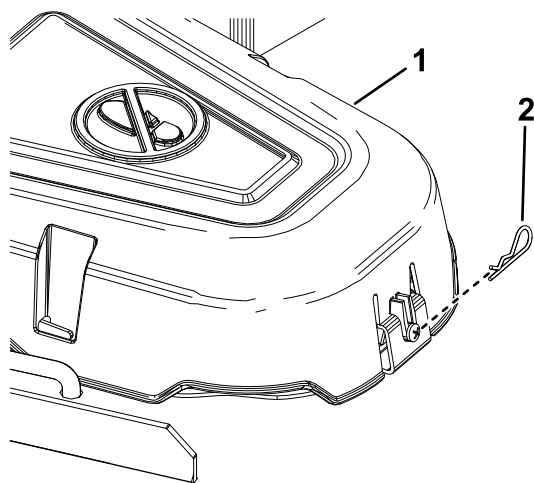

Figura 49
4. Retire el pasador de horquilla y presione la pestaña de la cubierta para retirar las cubiertas de las poleas (Figura 49).